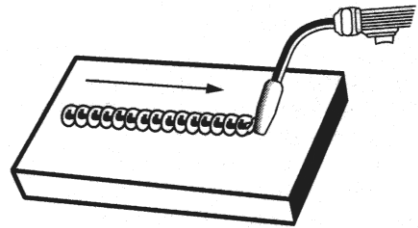

Figura 13. Cordón de refuerzo
1. CORDÓN DE REFUERZO (Figura 13) se hace desplazando la pistola en línea recta con el alambre y la boquilla centrados sobre la junta que se suelda. Este es el tipo más fácil de cordón.